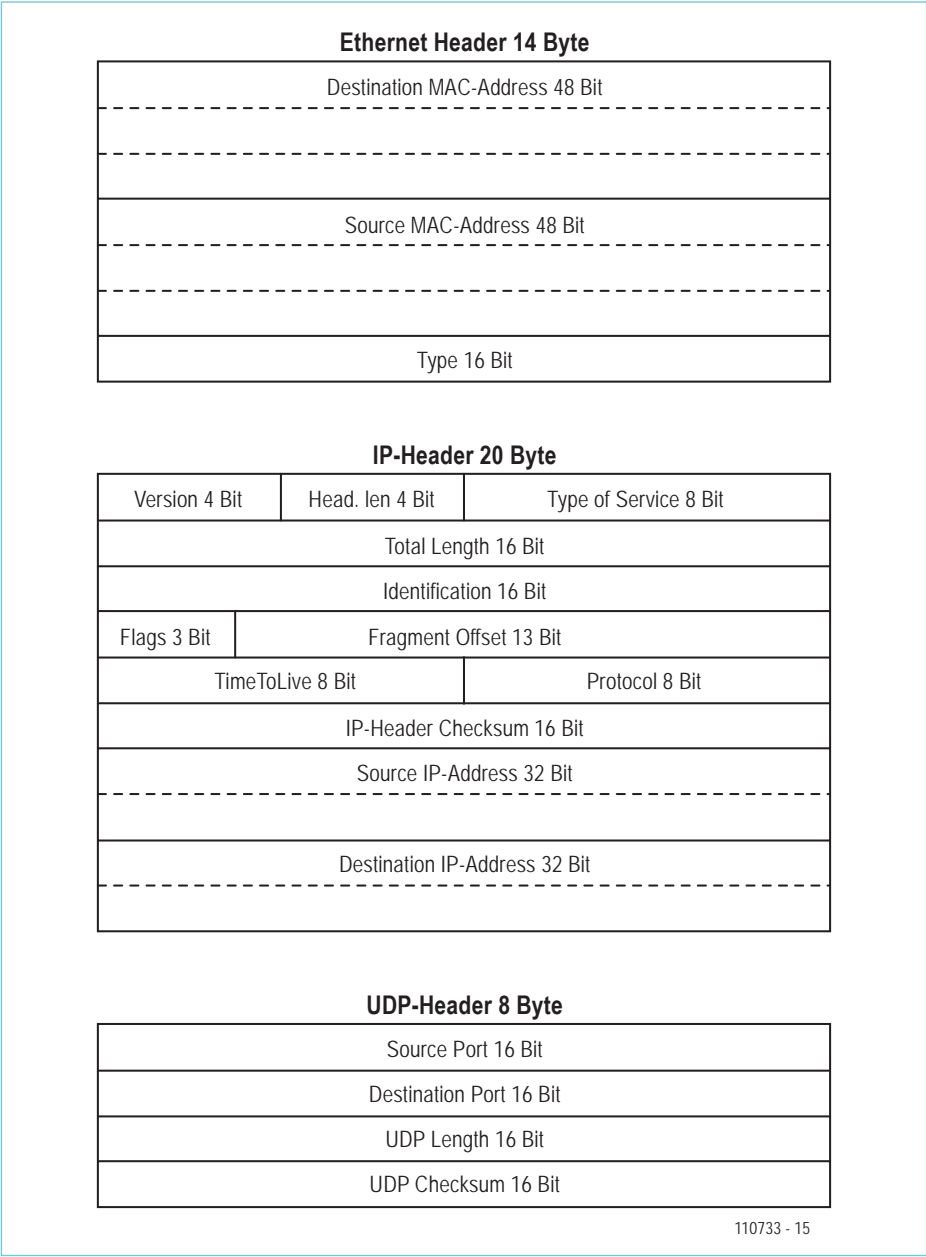

Bild 5. Vom SDN verwendete Ethernet-Header.
**Bild 5** zeigt Aufbau und Inhalte der verwendeten Header. Im Ethernet-Header sind drei Felder auszufüllen. Die MAC-Adresse des Senders kann frei gewählt werden, muss sich aber von den anderen MAC-Adressen im lokalen Netz unterscheiden. Wenn nur ein bestimmter Zielrechner in Frage kommt, kann als MAC-Adresse des Empfängers eine konkrete MAC-Adresse eingetragen werden. Alternativ dazu kann die MAC-Broadcast-Adresse genutzt werden, die aus einer Folge von sechs 0xFF-Bytes besteht. Damit wird theoretisch jeder Rechner weltweit ein möglicher Empfänger. Das letzte Feld des Ethernet-Headers „Type“ ist mit dem Datum 0x0800 zu füllen. Diese Konstante zeigt an, dass es sich um ein IP-Paket handelt.